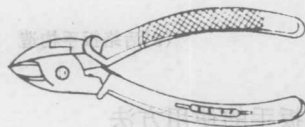

图2—9 断线钳
(6)剥线钳 剥线钳是用于剥削小直径导线绝缘层的专用工具,其外形如图2—10所示。它的手柄是绝缘的,耐压为500伏。